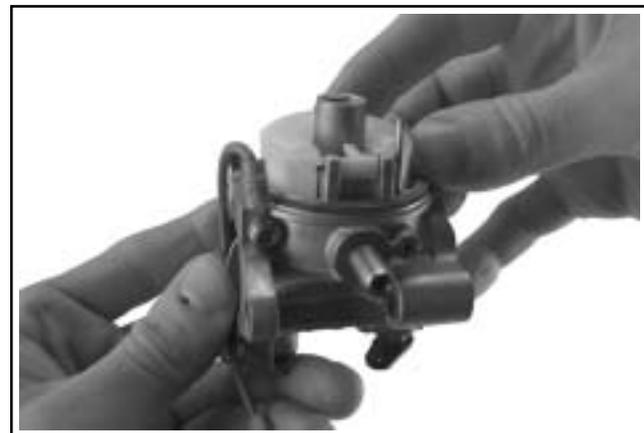

Figura 5-10. Installazione di galleggiante e spillo di ingresso del carburante.
3. Inserire lo spillo di ingresso del carburante nel galleggiante. Allineare lo spillo con la sede ed abbassare il galleggiante nel corpo del carburatore. Vedere Figura 5-10. Installare l'albero del galleggiante.